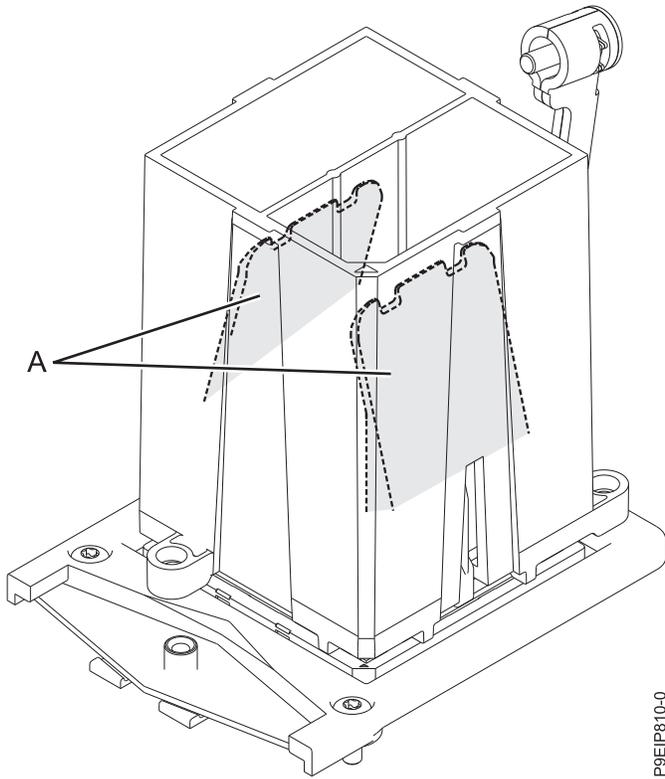

図 74. システム・プロセッサ・モジュール・ツールの取り外し
13. ツールとシステム・プロセッサ・モジュールの穴とガイド・ピンが正しく位置合わせされたら、しっかりと止まるまで、2 つの青色のリリース・タブ (A) をつかみ、まとめて保持します (70 ページの図 74 を参照)。次に、ツールを持ち上げてシステム・プロセッサ・モジュールから離します。